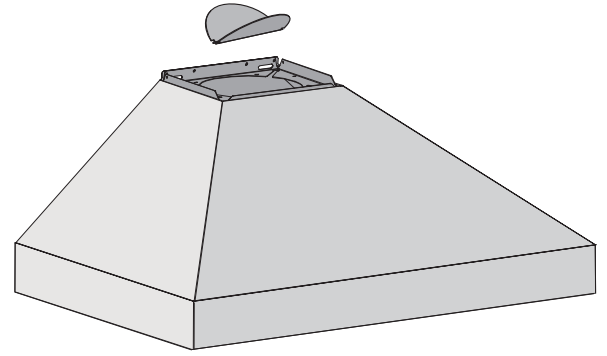

Figure 3
- Fixez l'obturateur du clapet sur le dessus du ventilateur (voir figure 3).